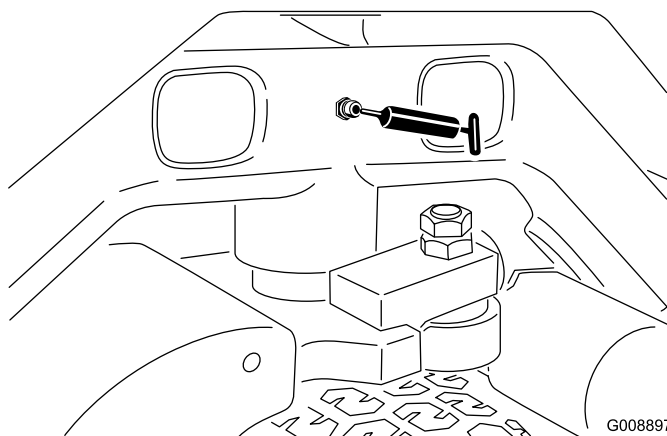

Figura 47
- Pivote de dirección (Figura 47)